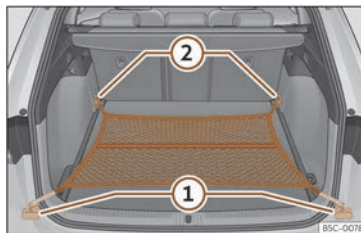

Fig. 196 În portbagaj: plasa pentru bagaje prinsă la nivelul podelei.
- Fixați cârligele plasei pe inelele de ancorare >>> **fig. 196** ① și ② >>> . Fermoarul bagajelor trebuie îndreptat în sus.